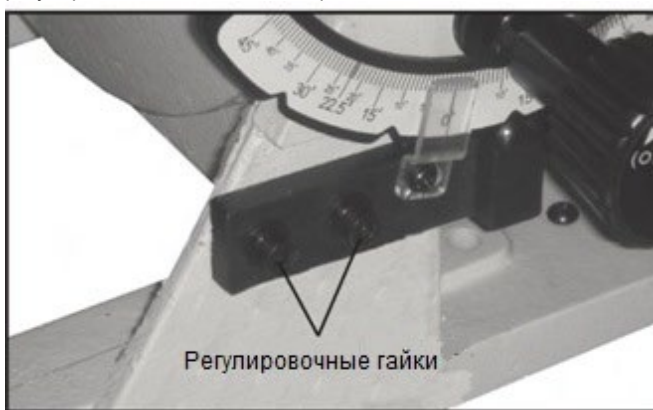

Рис. 03
2. Если требуется регулировка, переместите рабочий стол так, чтобы он образовывал угол 90°, и ослабьте две регулировочные гайки (Рис. 03) на стопоре, переместите стопор влево или вправо для установки в требуемом положении. После того, как